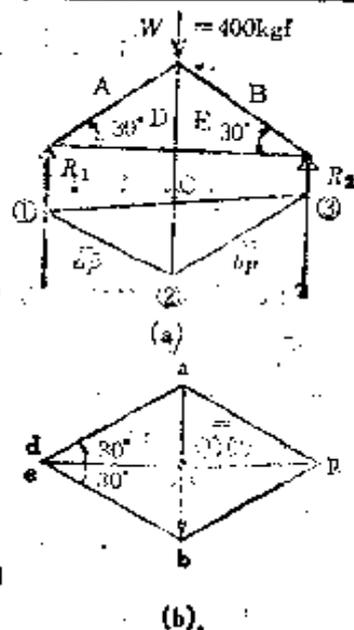

图1.21 例题图
**【例题】** 如图1.21所示，作用在桁架上的载荷有 $W=400\text{kgf}$ ，试求反力和各构件的内力。
各构件的内力，由图1.21(b)，得